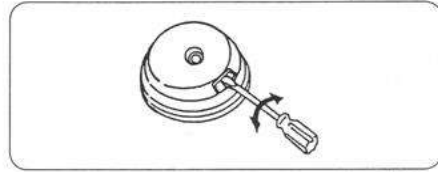

図2
①ナイロンコードキャップをはずし、ナイロンコードリールをはずします。お手持ちのマイナスドライバーをナイロンコードボデーの溝から出ている爪の上に咬ませ、そのままドライバーを半回転回せばはずれます。(図2)